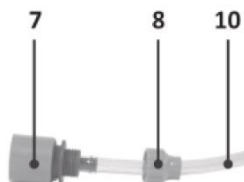
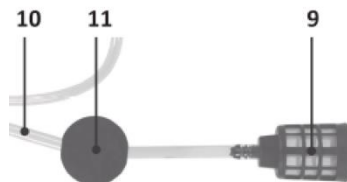

Fig. 3A
Fig. 3B
1. Retirez la bague de raccordement du tuyau (8) du raccord du tuyau (7).
2. Placez l'anneau (8) sur l'une des extrémités du tuyau (10).
3. Insérez la même extrémité du tuyau dans le connecteur de tuyau, voir Fig. 3A.
5. Passez l'autre extrémité du tuyau (10) à travers le trou de la boule du flotteur (11).
6. Poussez la même extrémité du tuyau sur le filtre d'aspiration (9), voir Fig. 3B.